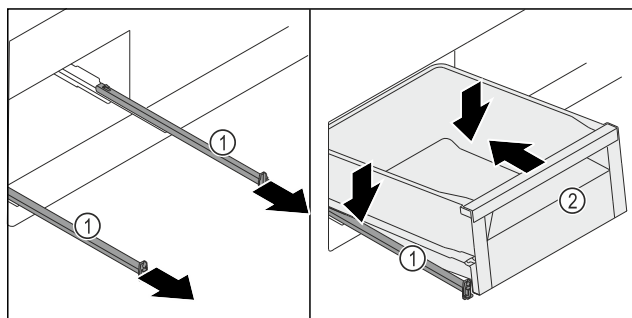

Fig. 135
- Wyciągnąć szyny Fig. 135 (1).
- Przytrzymać szyny Fig. 135 (1), a szufladę Fig. 135 (2) umieścić po skosie i od góry na szynach Fig. 135 (1).
- Szufladę Fig. 135 (2) przesunąć na szynach Fig. 135 (1) w tył aż do oporu.